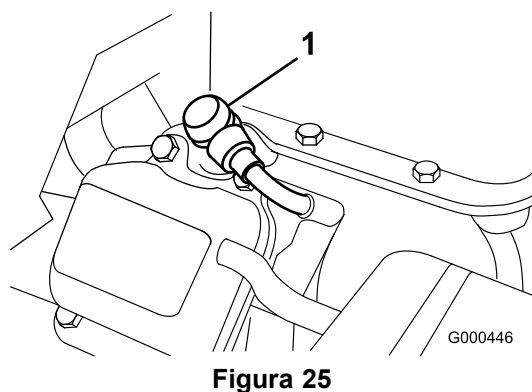

Figura 25
1. Staccate il cappellotto della candela (Figura 25).